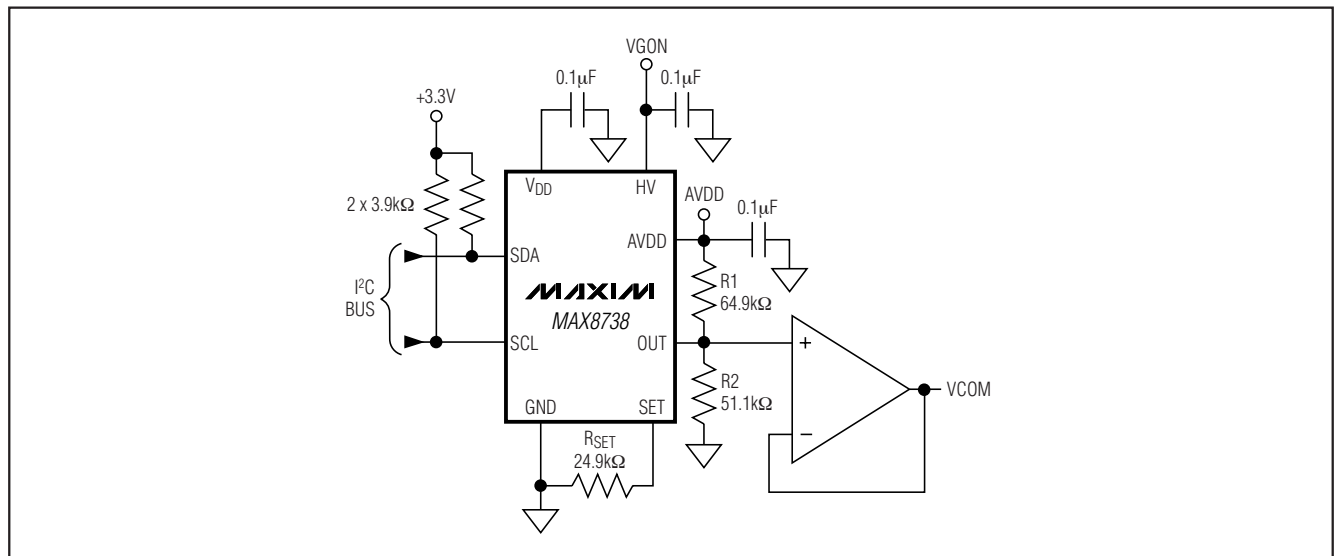
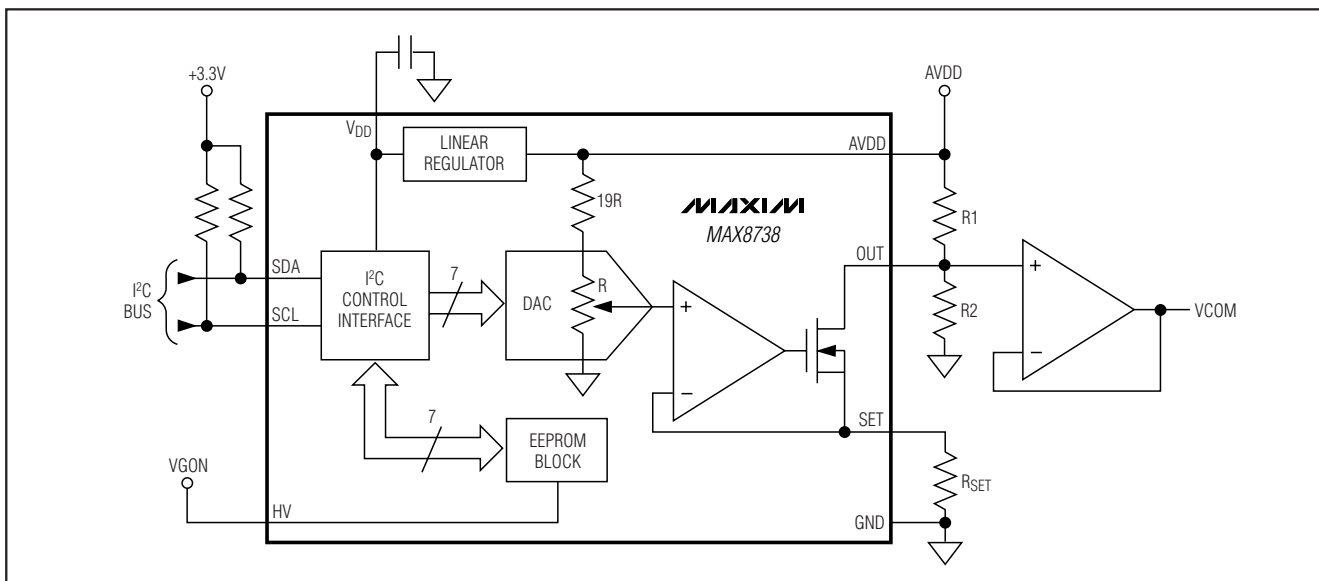

図2. 標準動作回路
図3. 簡略化したファンクションダイアグラム
MAX8738は、TFT LCDディスプレイにおけるLCDのバックプレーン電圧(VCOM)を調整するために使用される機械式のポテンシオメータのソリッドステート代替品です。MAX8738は外付けの抵抗分圧器に接続して、プログラマブル電流(I_{OUT})をシンクして、VCOMを調整します(図2)。内蔵の7ビットDACがシンク電流を制御して、VCOMレベルを増加または減少させます(図3)。DACは V_{AVDD} に対して比例的であり、すべての動作条件において単調です。DACの設定値を内蔵のEEPROMに記憶することができます。電源投入時EEPROMは最後に記憶された設定値をDACにプリセットします。LCDパネルと設定回路の間の2線式のI²CインタフェースによってDACを調整し、EEPROMをプログラムします。
- 1) OUT端子の近くにVCOMバッファとR1/R2による分圧器を配置してください(図2)。